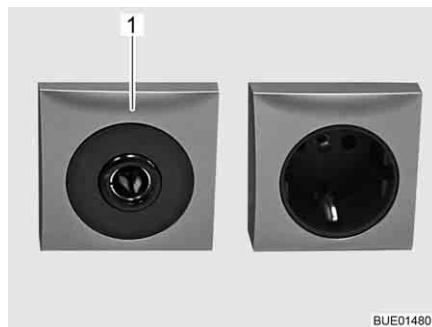

Bild 152 Steckdose 12 V/10 A
- ▷ An die Steckdosen (Bild 152,1) des 12-V-Bordnetzes nur Geräte mit maximal 10 A anschließen.